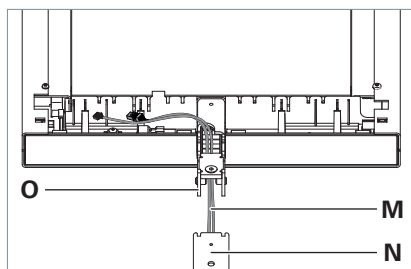

Fig. 6: Montaggio della testa dell'apparecchio d'illuminazione sul tubo di supporto.
- ▶ Fare passare i cavi **M** dal basso attraverso il braccio di supporto **O** sulla testa dell'apparecchio d'illuminazione e inserire il braccio di supporto completamente nel tubo di supporto **N**, vedi Fig. 6.